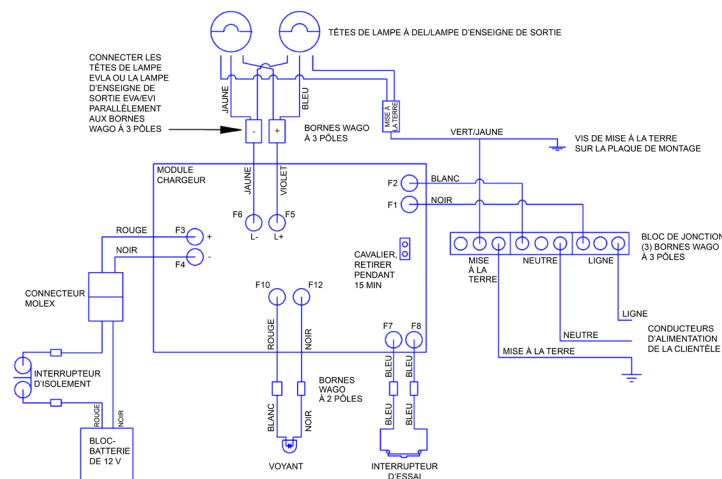

Figure 1. Schéma de câblage
8. Débrancher de la borne Wago à 2 pôles les deux (2) fils bleus de l'interrupteur d'essai.
9. Retirer les quatre (4) vis M6 x 1 (1/4-20 po) et les rondelles de blocage qui fixent la plaque de montage au boîtier, puis retirer l'ancien assemblage intérieur. Conserver les pièces de montage.
10. Installer le nouvel assemblage intérieur dans le boîtier actuel à l'aide des quatre (4) vis M6 x 1 (1/4-20 po) et des rondelles de blocage retirées à l'étape 9. Serrer les vis à un couple de 6,8 Nm (60 lb-po).
14. Rebrancher à la borne Wago à 2 pôles les deux (2) fils bleus de l'interrupteur d'essai.
18. S'assurer que tous les raccordements électriques sont conformes au schéma de câblage (voir la figure 1).